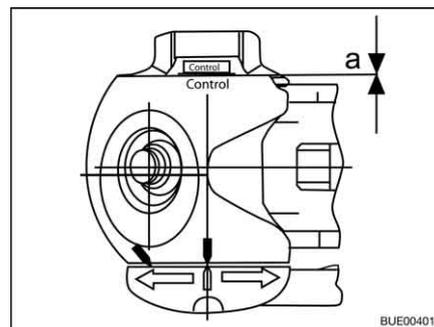

Fig. 208 Control de desgaste
- Distancia $a = 0$ (Fig. 208): Controlar los forros de fricción y cambiarlos si es necesario.